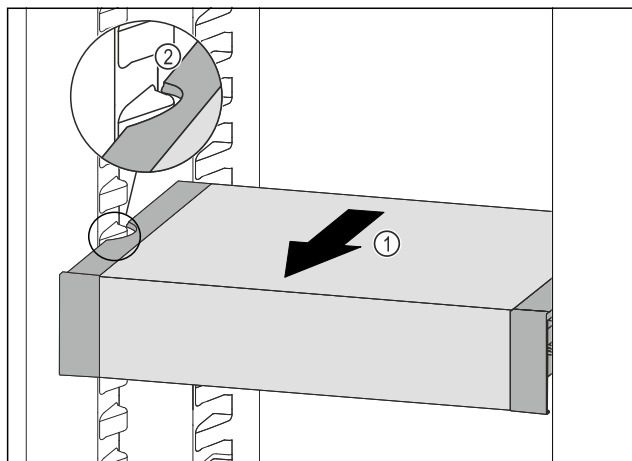

Fig. 104
- VarioSafe pociągnąć w przód Fig. 104 (1), aż boczne wycięcia szuflady VarioSafe będą się znajdować na wysokości zębów pojemnika w chłodziarce. Fig. 104 (2)